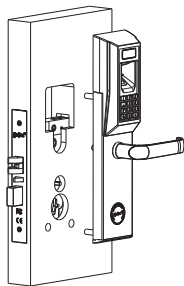

图 3c
(3) 装前锁面
- ①. 将前锁面的信号线与锁体信号线对插，必须确信对接牢固。
- ②. 将前锁面大方轴套入锁体上相应的孔内，锁芯孔对准锁芯后将前锁面套在门上（图3c）。